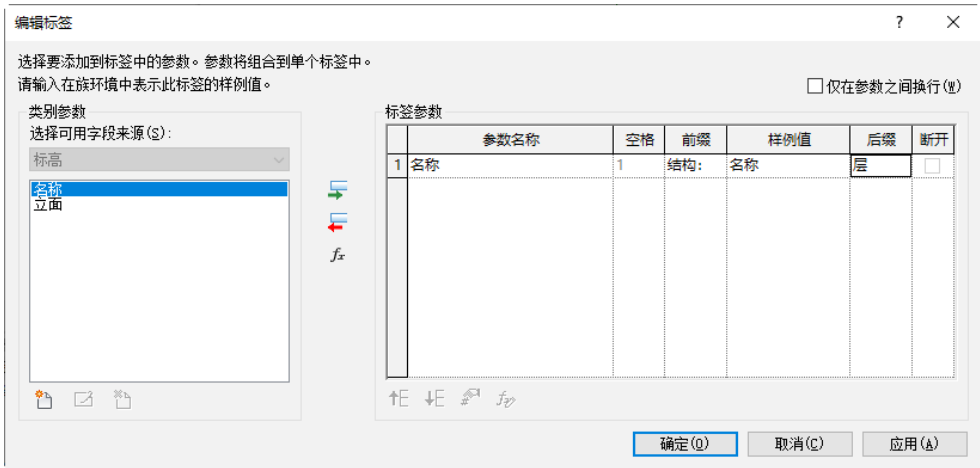
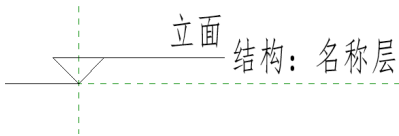

图 3-16 “编辑标签”对话框
图 3-17 结构标高
(7) 单击“创建”选项卡“文字”面板中的“标签”按钮，在打开的“修改|放置标签”选项卡中选择“左对齐”类型和“正中”类型，在标高符号的水平线右侧单击确定标签位置，打开“编辑标签”对话框，在“类别参数”栏中选择名称，单击“将参数添加标签”按钮，输入前缀为“结构：”，后缀为“层”，如图 3-16 所示。单击“确定”按钮，结果如图 3-17 所示。